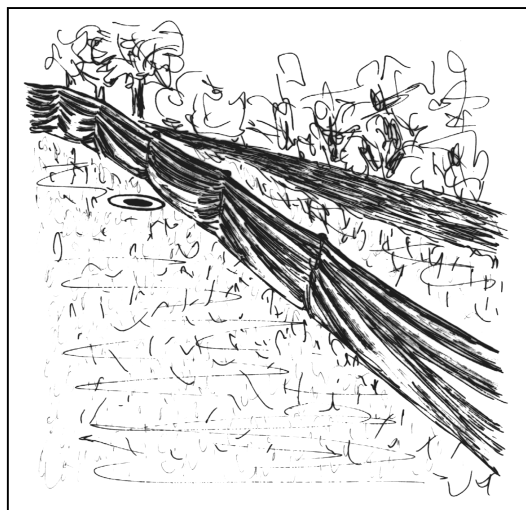

Bild 1: SCHWEGLER Amphibienschutzzaun (Aufstellungsbeispiel)
6. Die Fanggefäße müssen unbedingt direkt am Zaun eingegraben werden. Dies bedeutet, dass die am Boden liegende Restfolie an dieser Stelle etwas zurückgeschoben wird (vgl. Bild 1 auf Seite 1).